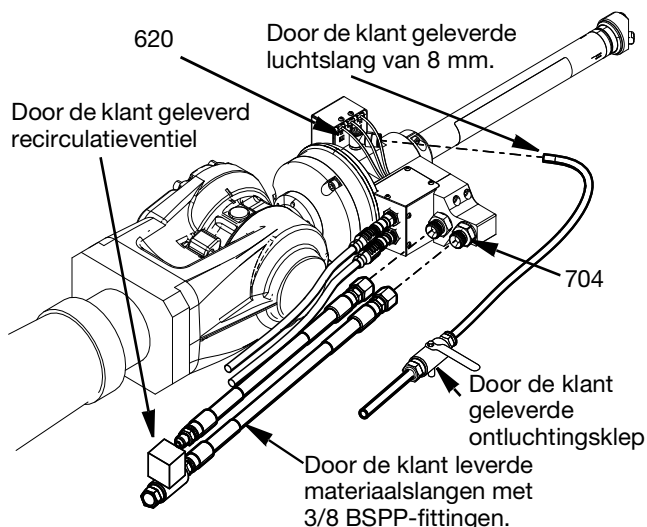

FIG. 6
De luchttoevoer wordt met een polyurethaanslang van 8 mm op het Switch 3D-pistool aangesloten, op de elleboogwartelfitting (620) aan de zijkant van de wartelbehuizing (619). De klant moet een ontluchtingsventiel tussen de luchttoevoer en de aansluiting op het Switch 3D-pistool installeren. Zie FIG. 6.
(132879) afgedicht. Wanneer er voor dubbele materialen wordt gekozen, zijn beide aansluitingen inlaten (geen retour mogelijk). Zie FIG. 6.
- Controleer of de solenoïdeventielen (613), afgebeeld op de pagina met onderdelen van de wartelkamer 31, goed werken door elk ventiel van de robothanger te openen en te sluiten, en te luisteren naar het geluid van de zuiger die in werking is.
- Open de door het klant geleverde recirculatieventiel en spoel het materiaal door het ventiel totdat alle opgesloten lucht in de materiaalretour is verwijderd. Zie FIG. 6.
3. Haal alle luchtdruk uit de luchtleidingen door het door de klant geleverde ontluichtingsventiel af te sluiten. Zie FIG. 6.
4. Als de punt van de spuitmond of de materiaalslang verstopt is of als de druk niet volledig is ontlast na het volgen van de bovenstaande stappen, maak dan de door de klant geleverde materiaalslang heel langzaam los van de BSPP-inlaatfitting van 3/8 inch (704), (zie FIG. 6).